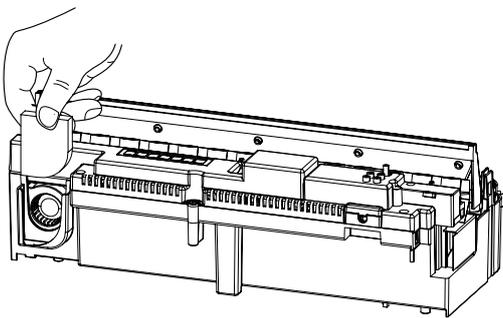

Fig.11
2. Skyv luffilteret forsiktig oppover og ut av plasholderen. (Fig. 11)